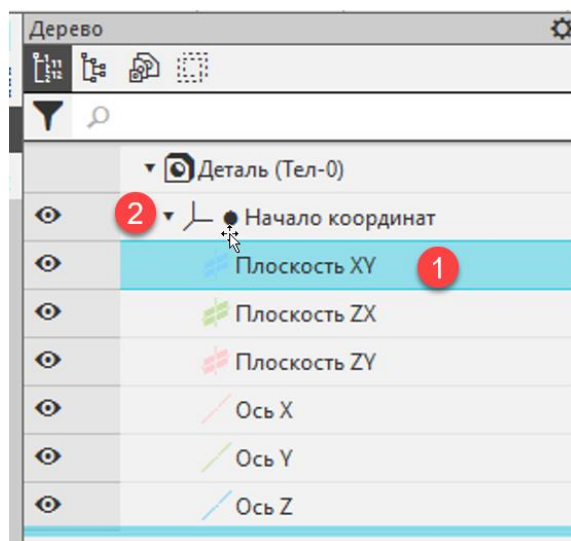

Рис. 3. Дерево модели.
В дереве модели (рис. 3) выберем **Плоскость XY** (1) (необходимо щелкнуть по стрелочке (2) возле **Начало координат** для разворачивания списка справочной геометрии).